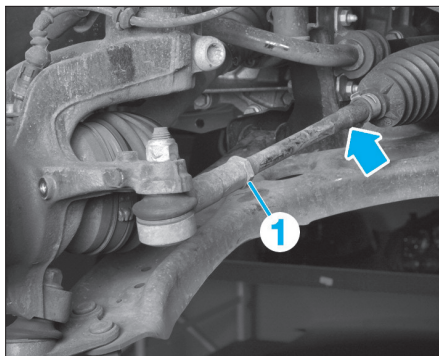

FIG. 1
- Le parallélisme se règle par l'allongement ou le raccourcissement de la longueur des biellettes de direction (2), en les tournant par leur empreinte hexagonale, après avoir desserré le contre-écrou (1) (Fig.1).